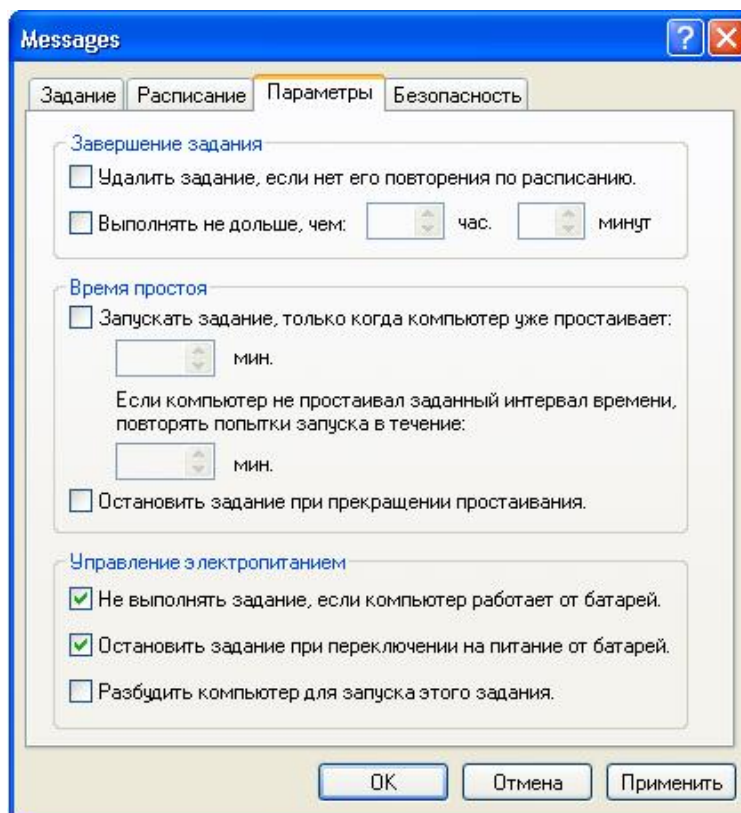
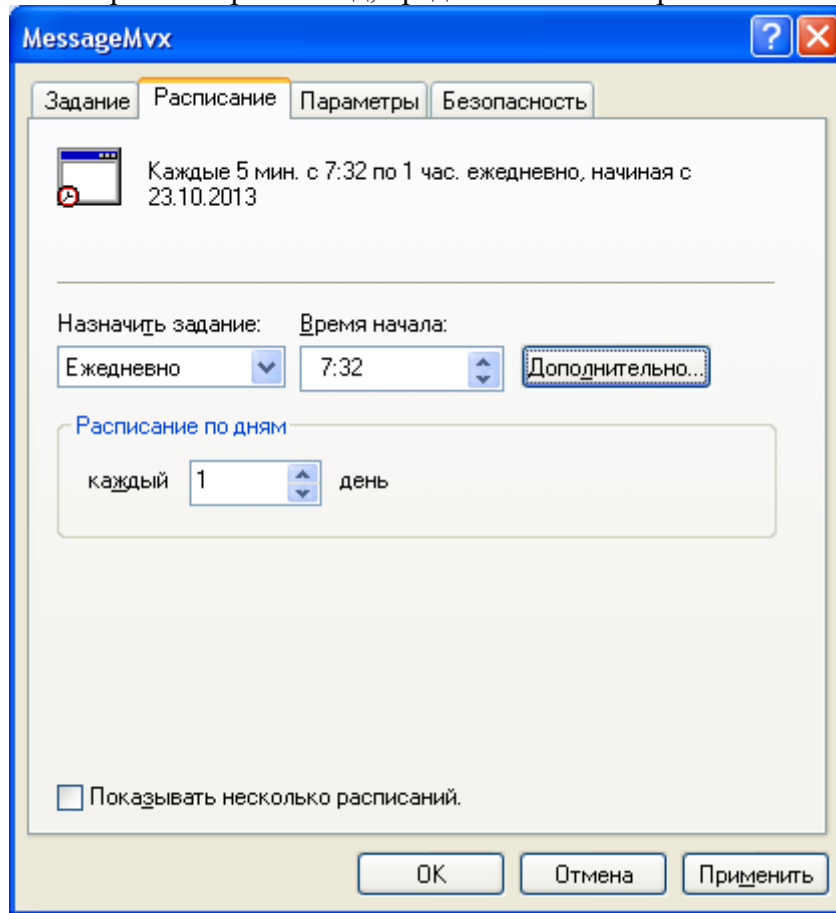
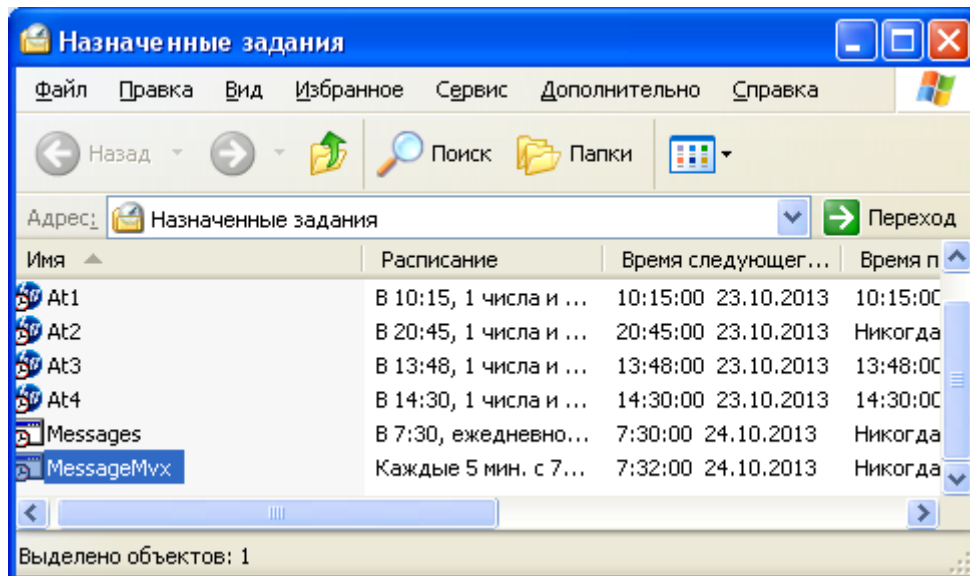

Рис. 37.
Рис. 39.
Рис. 40.
9) В перечне **Назначенные задания** кликаем правой кнопкой мыши по **StartTrigger.exe** (или **СЮКР_Review.exe**, **СКТО_SendDataToArchive.exe**, **CreateMessagePTO_CM.exe**, **СЮКР_CCZprev.exe**, **DeleteSchedule.exe**, **rSchedule.exe**, **Microelectronics.exe**). В выпадающем списке выбираем **Свойства**. В открывшемся окне переходим на вкладку **Параметры** (рис. 37). Убираем галочку напротив пункта **Выполнять не дольше, чем**. Нажимаем кнопку **Применить**, затем кнопку **ОК**.
3) Установите флажок **Повторять задание**, задайте значение **каждые 5 мин.** и нажмите **ОК**. Вкладка **Расписание** рис. 37 примет вид, представленный на рис. 39.
4) Нажмите кнопку **Применить**, затем **ОК**. Окно, представленное на рис. 39 закроется. ПМ **MessageMvx.exe** будет установлен в перечень **Назначенные задания** (рис. 40).